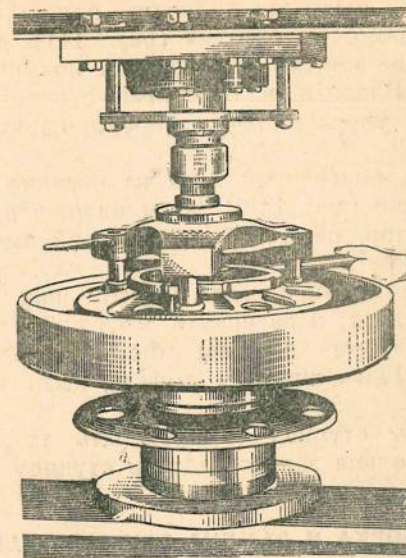

Рис. 140. Сжатие амортизаторов при разборке и сборке нижнего катка
(рис. 140—142)
2. Сжать амортизаторы 1 (рис. 44) на прессе при помощи оправки, установленной на диск 2, и отвернуть ключом круглую гайку 3 (рис. 140).